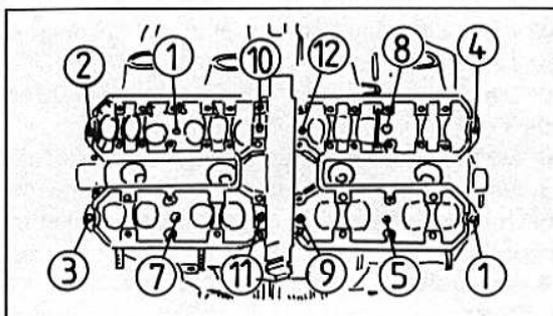
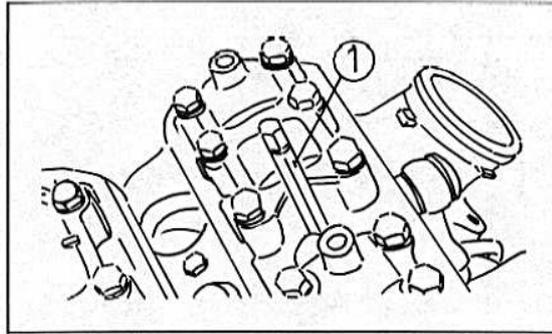

Bild 150
Bild 151
- Die Muttern in zwei Stufen und der dargestellten Reihenfolge mit 37 Nm festziehen (Bild 150). Um die Muttern korrekt anziehen zu können, das Werkzeug YM-3448 90890-01395 verwenden (Bild 151).